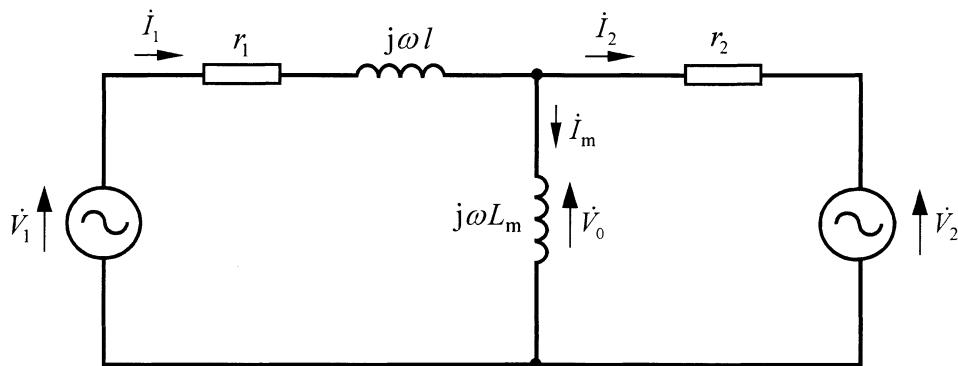

図 1 三相誘導電動機の等価回路
(1) 図 1 は三相誘導電動機の星形 1 相分の等価回路(定常状態)を示したものである。なお、漏れインダクタンスが一次側に集中するように、適切な変換比を用いて二次側の諸量を一次側へ換算したものである。また、簡単のため鉄損を省略している。ここで、電源の相電圧を  $\dot{V}_1$ 、一次電流を  $\dot{I}_1$ 、一次抵抗を  $r_1$  及び漏れインダクタンスを  $l$  とする。
1) まず、図 1 の誘導機の逆起電力  $\dot{V}_2$  について考える。